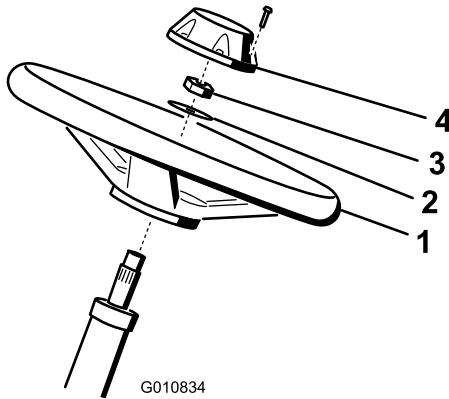

Bild 4
1. Schieben Sie das Lenkrad auf die Lenkwellen (Bild 4).
2. Schieben Sie die Scheibe auf die Lenkwellen (Bild 4).
3. Befestigen Sie das Lenkrad mit einer Sicherungsmutter an der Welle und ziehen es auf 27-35 Nm an (Bild 4).
4. Setzen Sie den Deckel auf und befestigen ihn mit sechs Schrauben am Lenkrad (Bild 4).